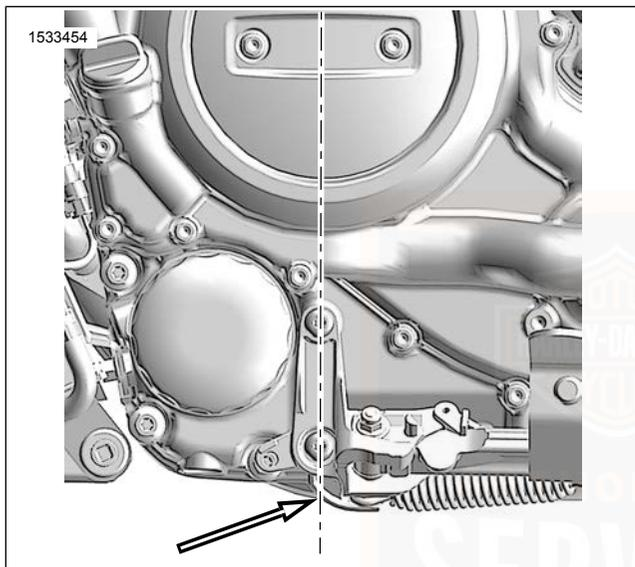

Abbildung 56. Mittellinie der Kurbelwelle
- *Siehe Abbildung 56. Beim Anheben des Motorrads von unten heben Sie es immer direkt unter der Mittellinie der Kurbelwelle an. Legen Sie Holz zwischen Motorrad und Hebevorrichtung.*